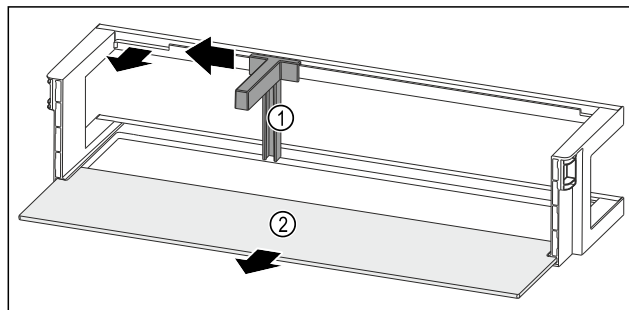

Fig. 132 Ajtópolc palacktartóval és tárolólappal
- ▶ A mélyedésig tolja oldalra a palacktartót Fig. 132 (1).
- ▶ Vegye ki a palacktartót Fig. 132 (1).
- ▶ Vegye ki a tárolólapot Fig. 132 (2).